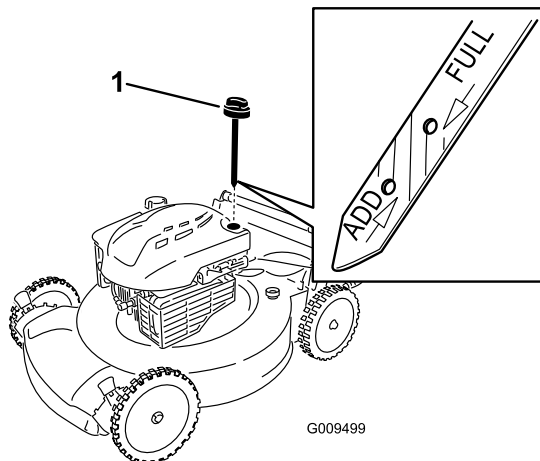

Рисунок 26
2. Извлеките масломерный щуп (Рисунок 26).